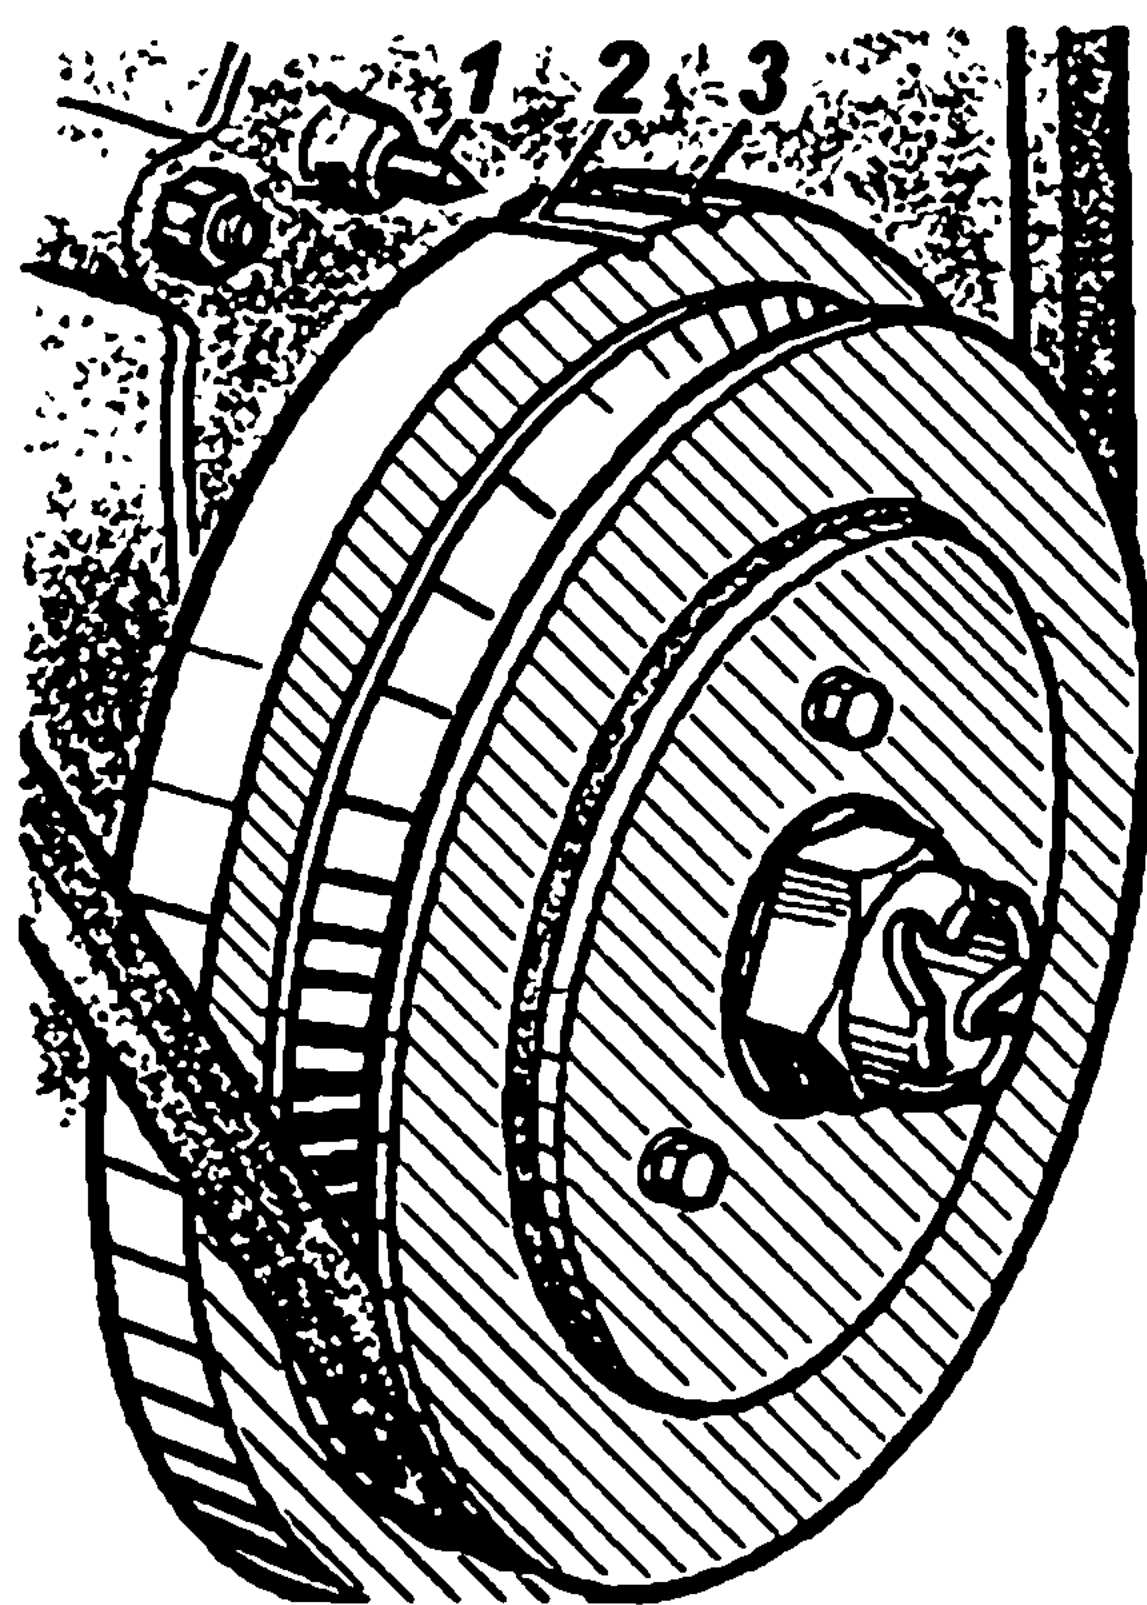
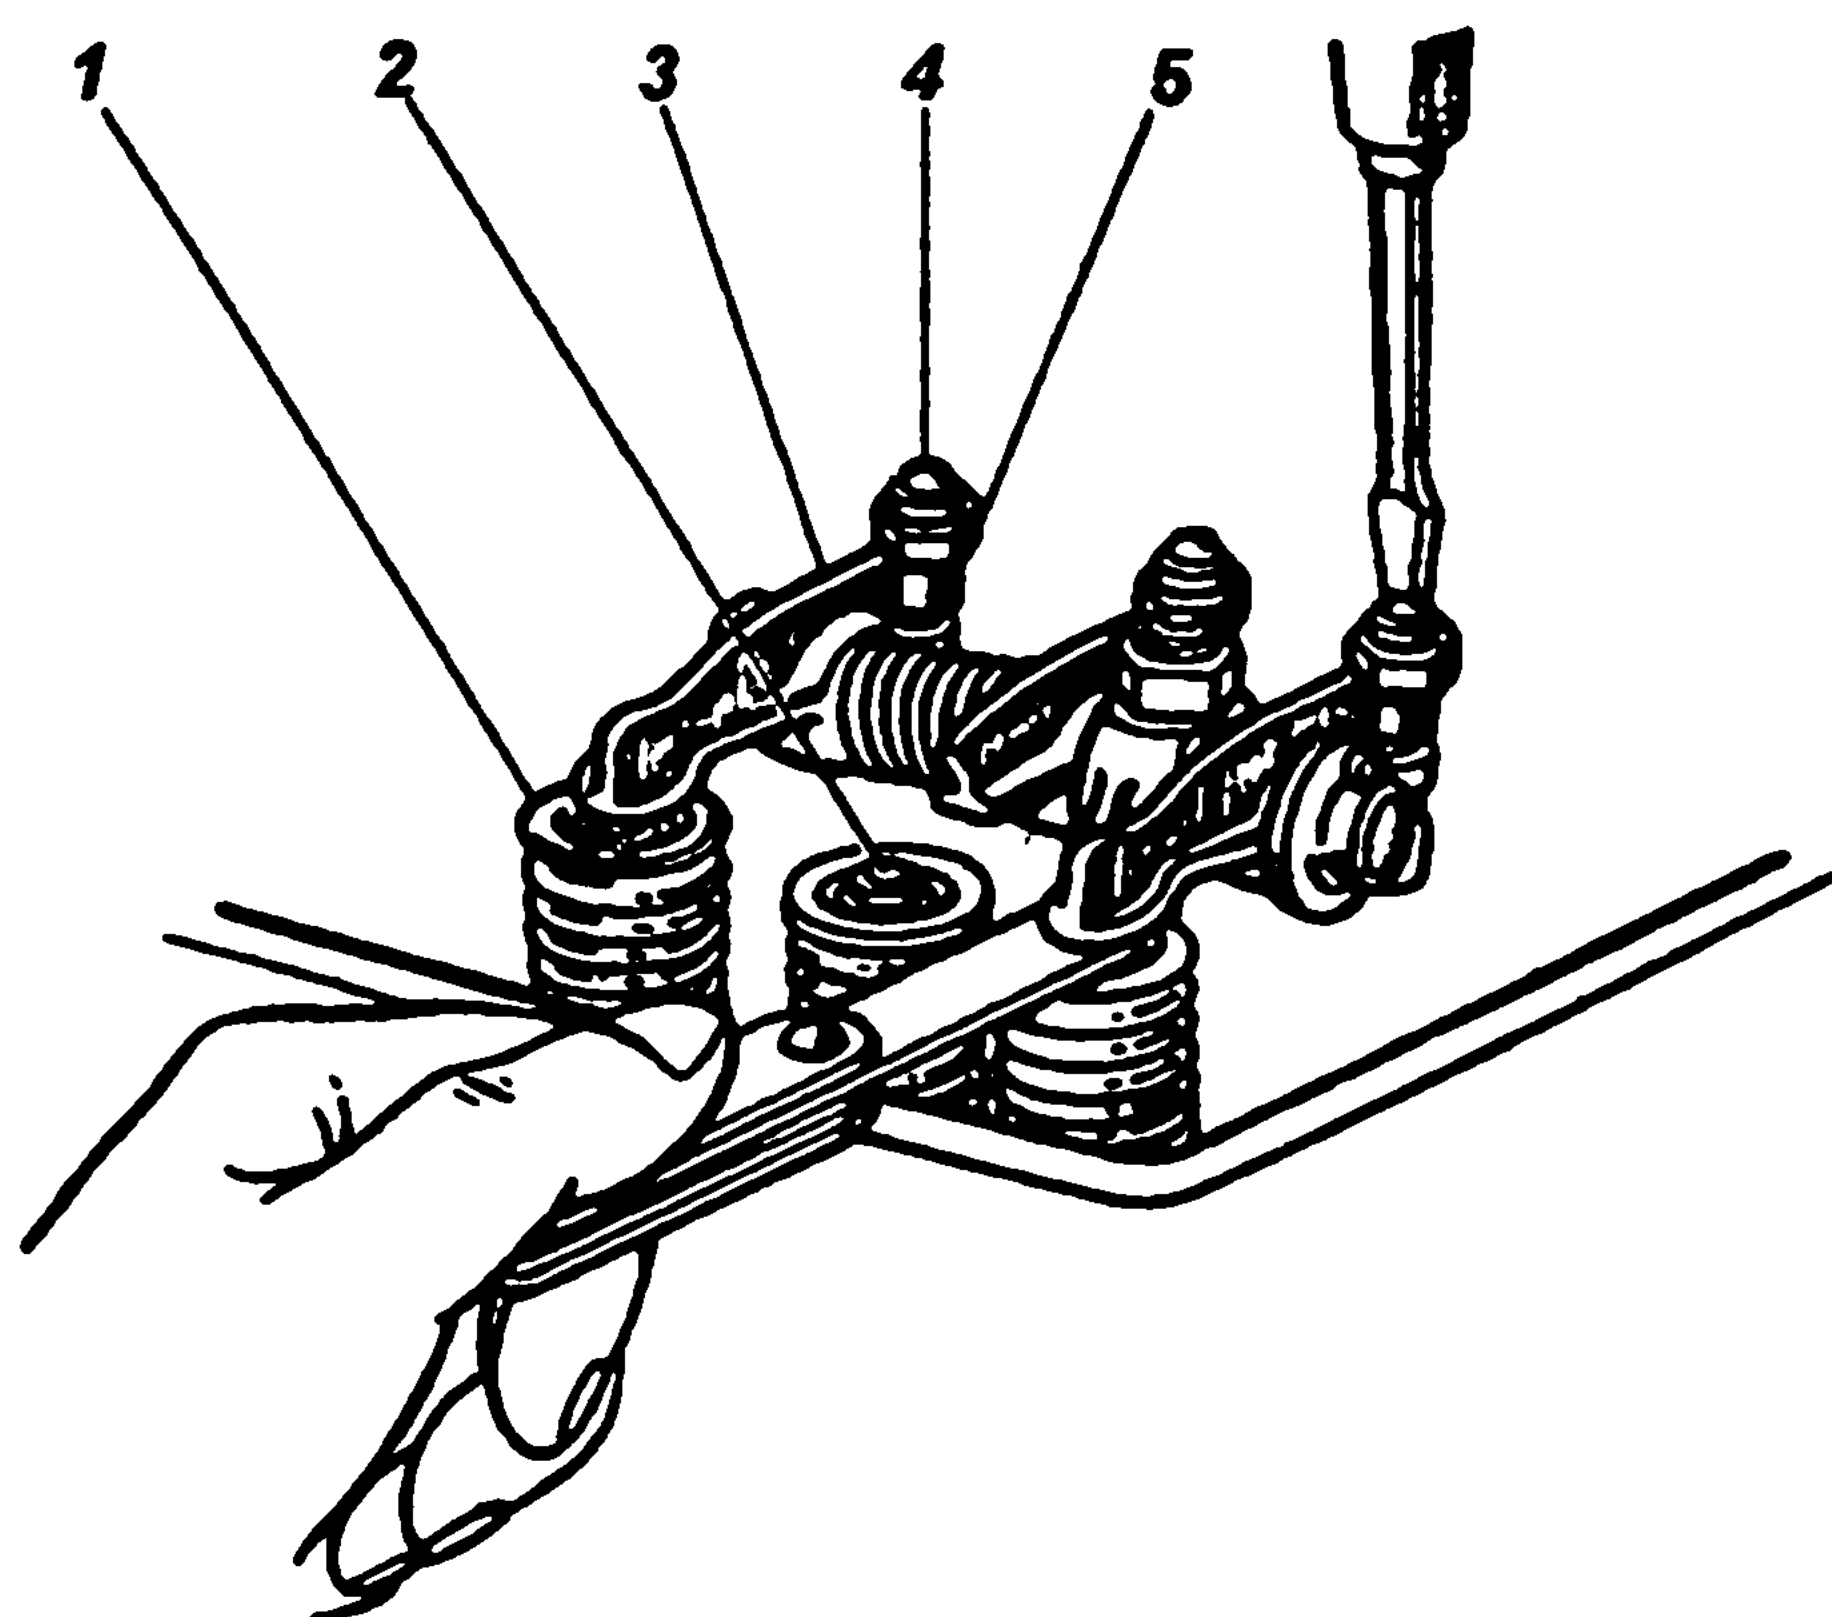

Рис. 28. Установочные метки на шкиве-демпфере коленчатого вала:
Рис. 29. Регулировка зазора между коромыслом и клапаном:
- установить поршень первого цилиндра по метке на шкиве-демпфере коленчатого вала (рис. 28) в ВМТ при такте сжатия и щупом проверить зазор между коромыслами и 1, 2, 4, 6 клапанами. При неправильном зазоре с помощью регулировочного винта установить зазор по щупу (рис. 29), после чего, поддерживая отверткой регулировочный винт, затянуть контргайку и проверить правильность зазора;